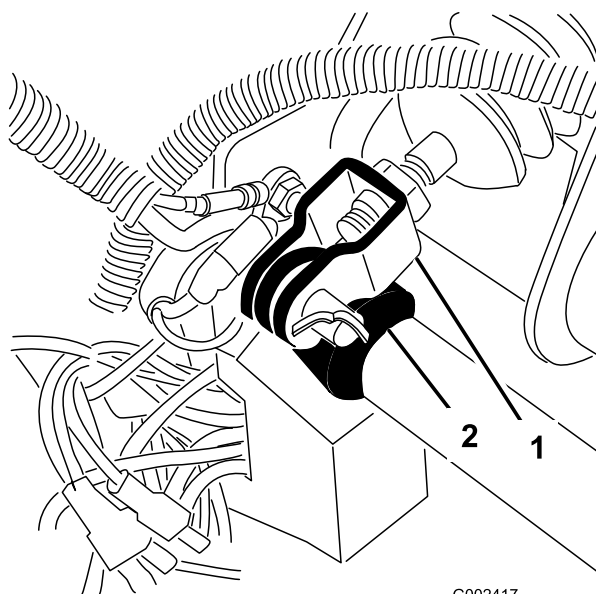

Figura 65
1. Retire el pasador de horquilla y la chaveta que fijan la horquilla del cilindro maestro al pivote del pedal de freno (Figura 65).